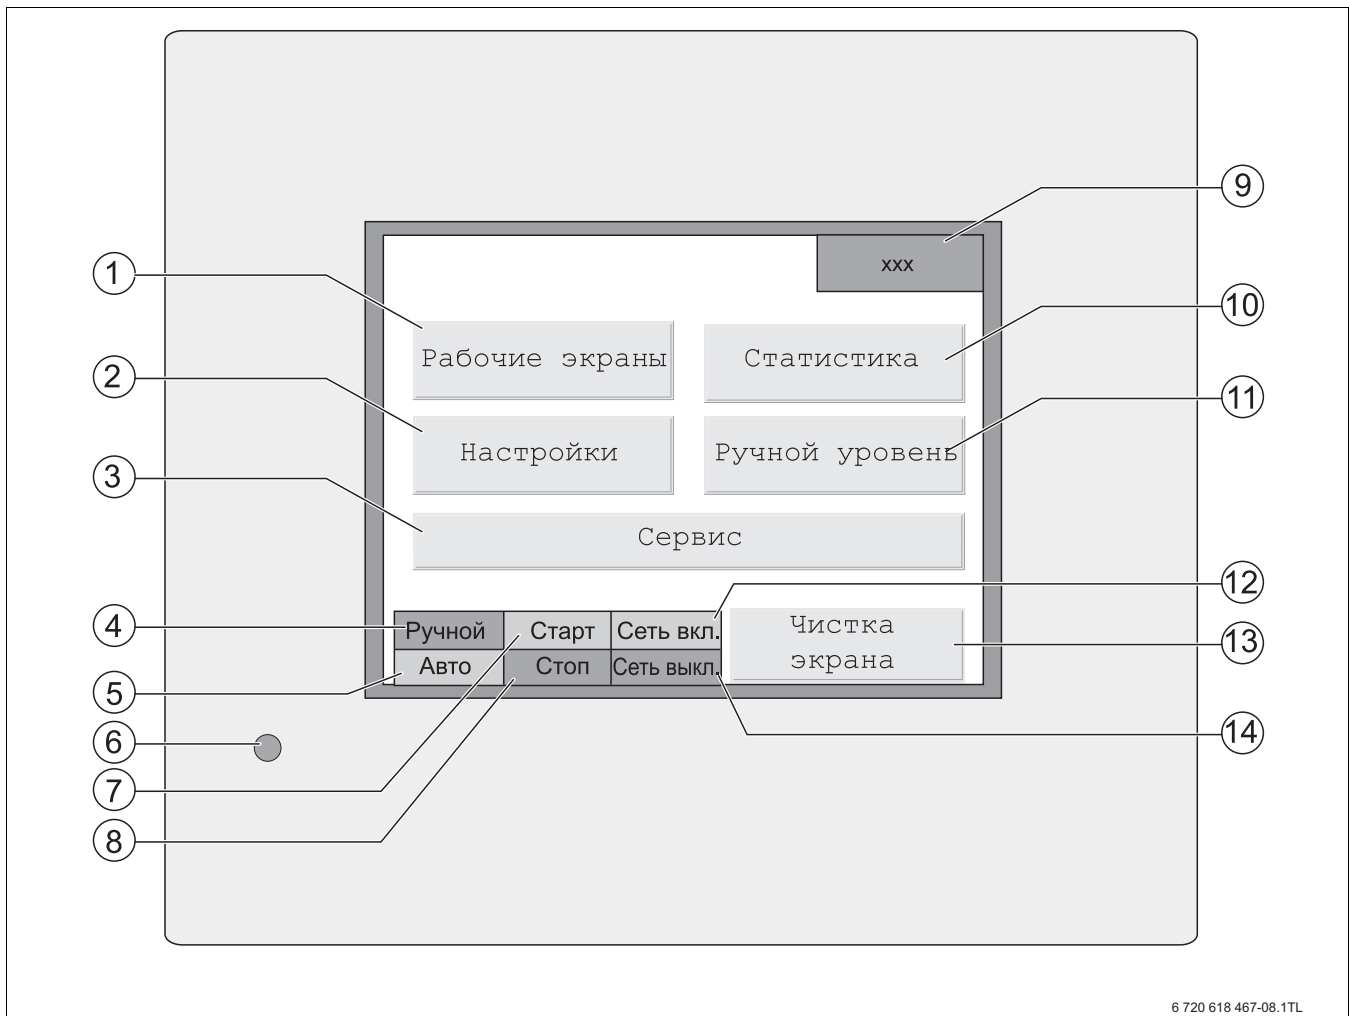

Рис. 4 Главное меню сенсорного экрана
- Сенсорный экран (→рис. 4, стр. 10)